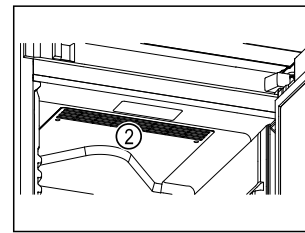

Fig. 65
- ❑ Не закрывайте вентиляционную щель Fig. 65 (2) вентилятора циркуляционного воздуха во внутренней камере.